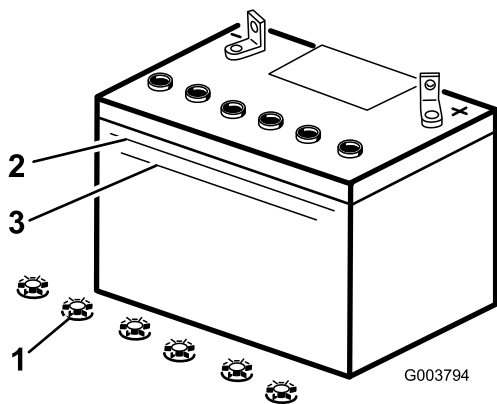

Figura 38
- Osservate il fianco della batteria. L'elettrolito deve raggiungere la linea superiore (Figura 38). Non lasciate scendere l'elettrolito sotto la linea inferiore (Figura 38).
3. Togliete i tappi di rifornimento dalla batteria (Figura 38).
4. Aggiungete lentamente acqua distillata in ogni elemento della batteria finché l'elettrolito non raggiunge la linea superiore (Figura 38) sulla scatola della batteria.
5. Attendete cinque o dieci minuti dopo avere riempito gli elementi della batteria. All'occorrenza, aggiungete acqua distillata finché l'elettrolito non raggiunge la linea superiore (Figura 38) sulla scatola della batteria.